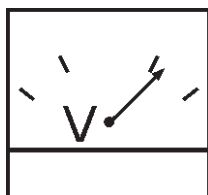

Figura 45. Voltímetro CA
11. El medidor de voltaje del generador (Figura 45) muestra los 120 VAC en **VOLTIOS**. Si el voltaje no está dentro de la tolerancia específica,